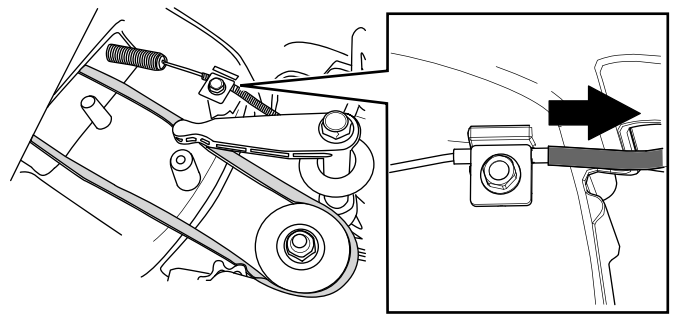

Figure 34
6. Tirez sur la gaine du câble pour supprimer le mou (Figure 34).